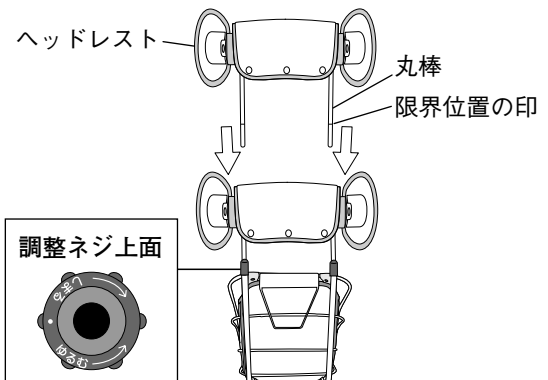

図9
- 調整ネジは左右2ヶ所、確実に締め付けてください。(図9)
- ヘッドレストの高さ調整には上限があります。丸棒に限界位置の印があるので高くする場合は、調整ネジ上面から限界位置の印が出ないように調整してください。(図9)